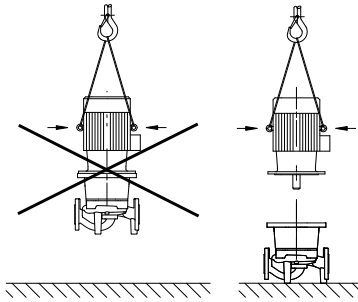

Fig. 8: Trasporto del motore
- Gli occhioni per il trasporto presenti sul motore sono omologati solo per il trasporto del motore, non per quello dell'intera pompa (fig. 8).